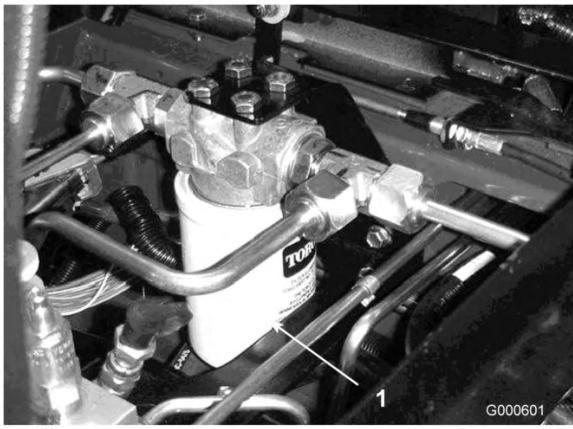

図 55
2. フィルタ容器の周辺をウェスできれいにぬぐう。フィルタ（図 55と図 56）の取り付け部周辺をきれいにふき、下に廃油受けを用意し、フィルタを外す。